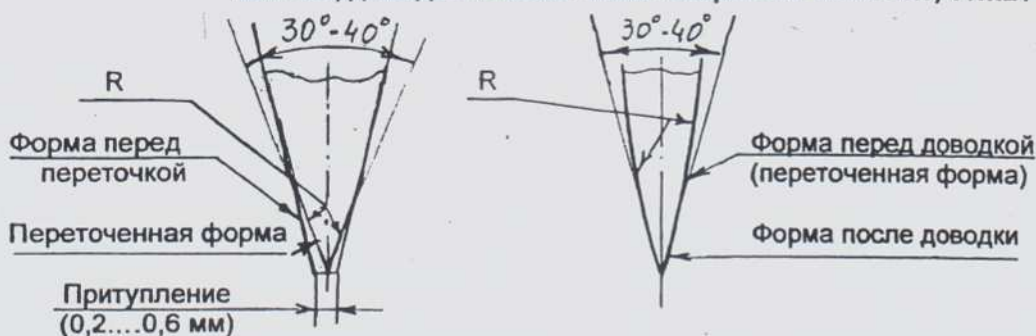

Рис.1
2.1.5 Форма лезвия ножей Я2-ФИН-1...8, 11...21 должна быть слегка выпуклой (см. рис. 1), чтобы режущая кромка лезвия при нормальной нагрузке не загибалась. Рекомендуемый угол заточки режущей кромки лезвия этих марок ножей от 30° до 40° .